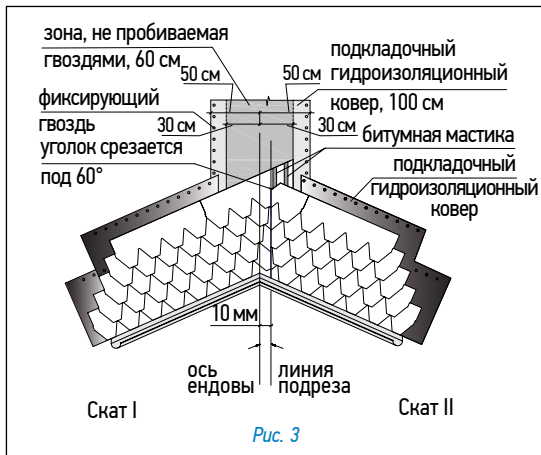

Рис. 3
Ендова (рис. 3)
- лист, подходящий к ендове со ската II, должен доходить до линии подрезки и обрезаться по ней. Верхний уголок обрезанного края листа подрезается под углом 60° (5 x 3 см – рис. 3);